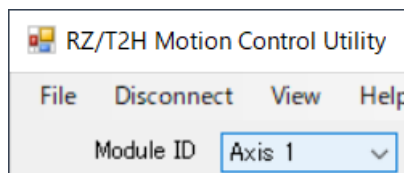

図 4-2 「Module ID」ドロップダウンリスト
- (8) 「Module ID」ドロップダウンリスト(図 4-2)から制御対象(軸番号)を選択します。
- (14) 「Module ID」 ドロップダウンリスト(図 4-2)から制御対象(軸番号)を選択します。